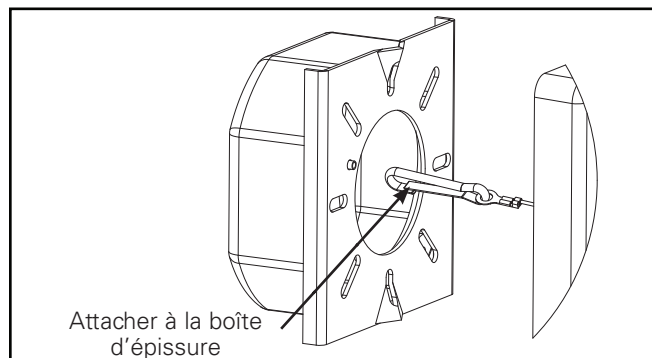

Figure 2.
2. Fixez la sangle de fixation murale arrière au support de la boîte à épissure (Voir Figure 2).